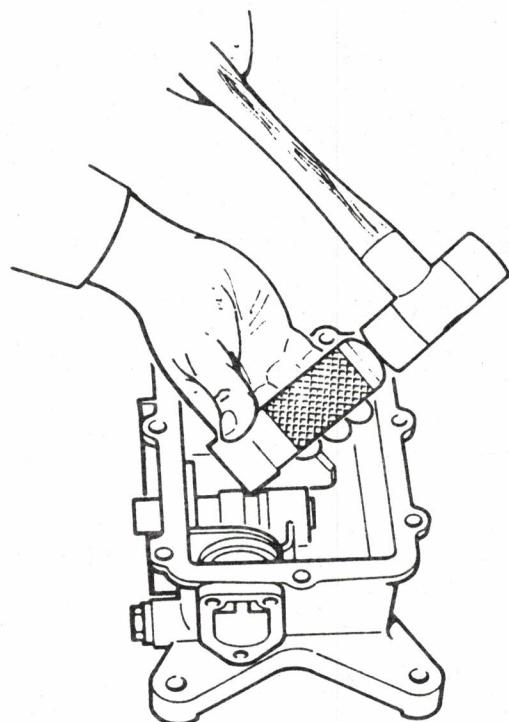

Bild 32 Exzenterwelle freisetzen
- Prüfen, ob sich die Exzenterwelle frei dreht. Bei Anschlag am inneren Gleitlager die Exzenterwelle durch einen leichten, nach außen gerichteten Schlag auf den Exzenter wieder freisetzen (Bild 32).